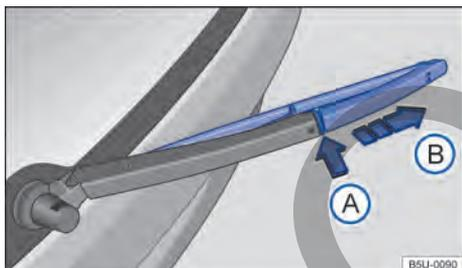

Fig. 163 Sustituir la escobilla del limpiapuneta.
- Mantener presionada la tecla de desbloqueo → fig. 163 A.